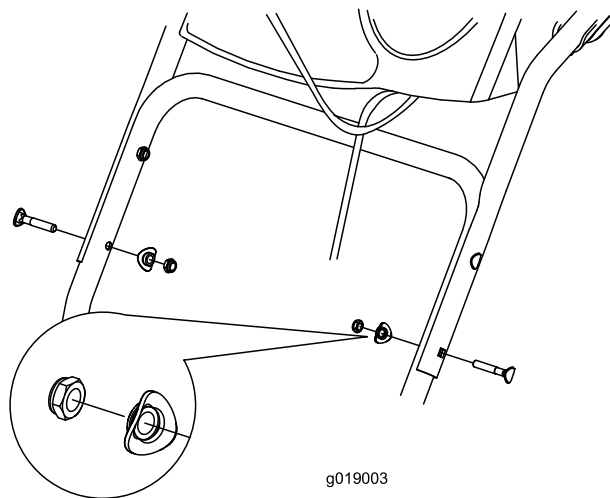

Bild 4
1. Heben Sie den oberen Holm an und drehen Sie ihn, sodass er über dem unteren Holm positioniert ist (Bild 4).
2. Setzen Sie die zwei Griffschrauben, die zwei Wellenscheiben und die zwei Sicherungsmuttern in die unteren Grifflöcher (Bild 4).